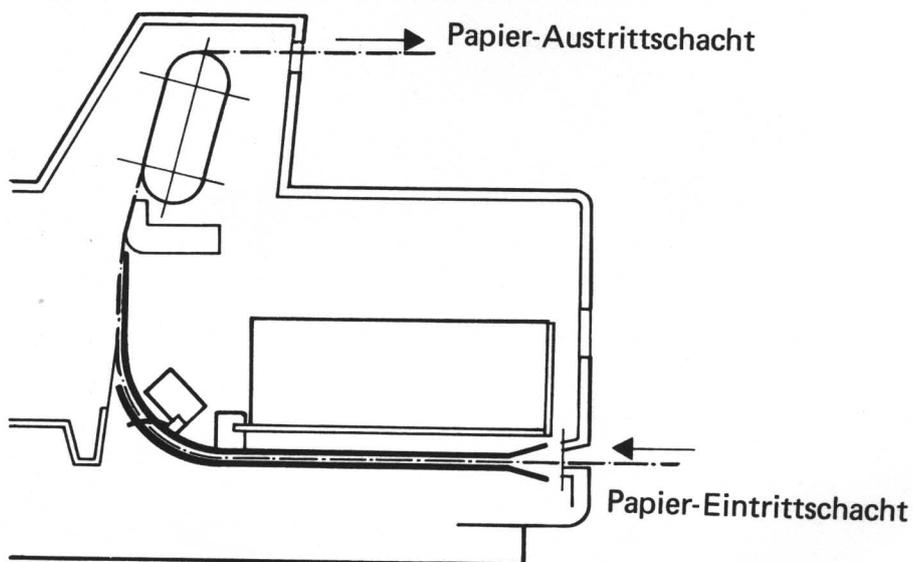

Abb.: 6
- * Das Papier/Formular durch den Papiereinführschacht auf der Rückseite des Druckers einführen und mit der Lochperforation in die geöffneten Stachelbänder einlegen. Im Anschluß daran die Stachelbänder schließen (Abb.: 6).